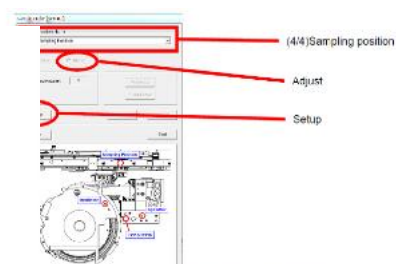

Figure 12 SSW window Sampling position
- Wähle **“Adjust”** (Abbildung 12)
- Achten Sie darauf, dass die Sonde absinkt und die Assay-Spitze die **Jig (4)** berührt